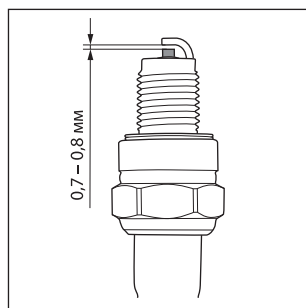

Рис. 14
6. Проверьте величину зазора между заземляющим и центральным электродами, используя специальный щуп. При необходимости установите зазор 0,7–0,8 мм (рис. 14).